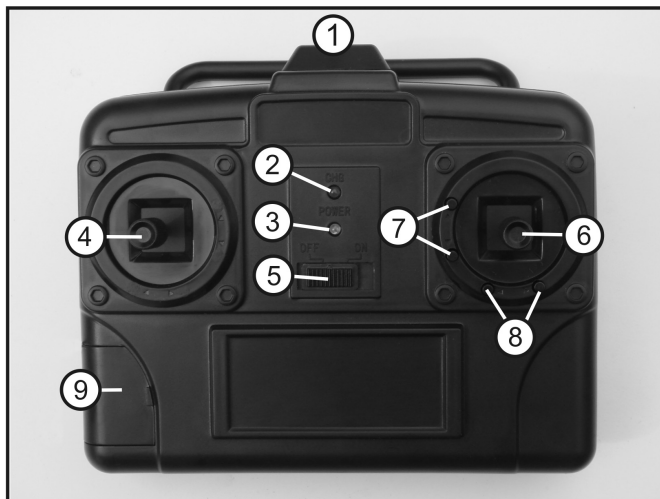

Figura 1
Dopo aver inserito le nuove pile, accendere il trasmettitore con l'interruttore di funzionamento per eseguire un test diagnostico (vedere figura 1, pos. 5) spostando l'interruttore dalla posizione „OFF“ a sinistra nella posizione „ON“ a destra.
Se l'alimentazione di tensione è corretta, la spia luminosa di funzionamento verde si illumina (vedere figura 1, pos. 3) e il trasmettitore emette un breve segnale acustico.
Anche se il sistema elettronico di ricezione dell'aeromodello prevede un collegamento di protezione incorporato, che impedisce l'avvio accidentale del motore, prima di ogni messa in funzione del trasmettitore è necessario accertarsi che lo stick di controllo del motore (vedere figura 1, pos. 4) sia nella posizione „Motore spento“. A questo scopo spingere del tutto in basso lo stick di controllo del motore ovvero tirarlo completamente a sé.
L'accumulatore di volo viene caricato per mezzo del trasmettitore del telecomando. Aprire verso sinistra il coperchio (1) posto sul lato anteriore del trasmettitore (vedere anche figura 1, pos. 9).
Collegare quindi l'accumulatore di volo (2) al cavo di carica (3) presente nel vano di carica. I connettori a spina sono protetti contro l'inversione di polarità. Non esercitare alcuna forza per effettuare il collegamento. Non appena viene stabilito il contatto, la spia luminosa di carica rossa si illumina (vedere figura 1, pos. 2) segnalando che il processo di carica è stato avviato correttamente.
Il trasmettitore del telecomando dispone di quattro trimmer (vedere anche figura 1, pos. 7 e 8) che permettono di correggere la posizione centrale delle due funzioni di controllo del timone di quota e del timone di direzione.